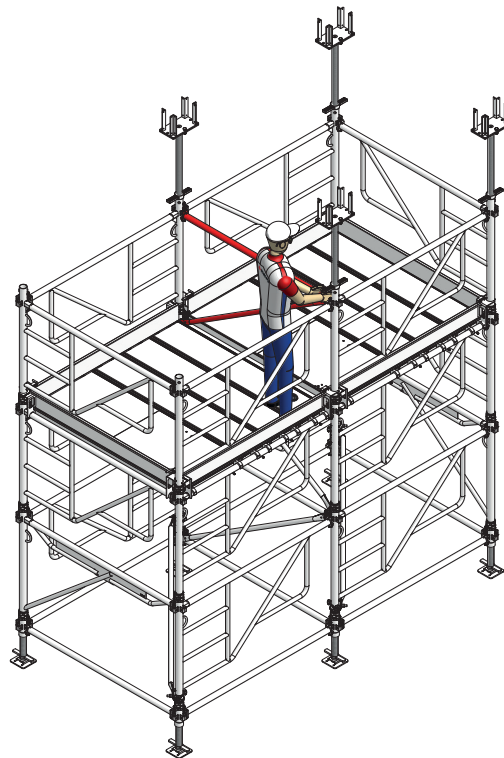

Fig. 18.2
20. Ascend to level 2 (Fig. 18.2).